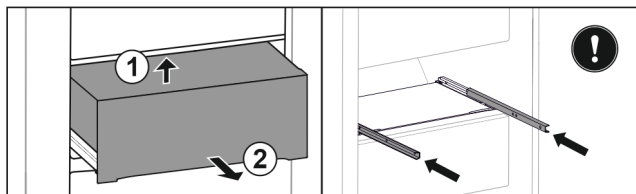

Fig. 148
- ▶ Unieść szufladę z tyłu od dołu. Fig. 148 (1)
- ▶ Wyjąć szufladę do przodu. Fig. 148 (2)